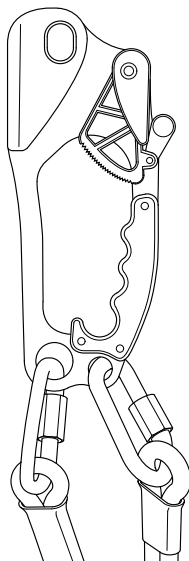

FIG. 2
2. Verrouillez le bras à ressort sur le corps de la hampe montante (Fig. 2)